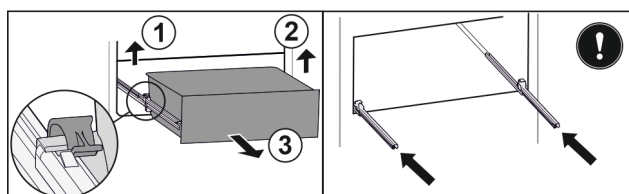

Fig. 206
- Podignite lijevu stezaljku i istovremeno izvucite ladicu lijevo prema naprijed. Fig. 206 (1)
- Podignite desnu stezaljku i istovremeno izvucite ladicu desno prema naprijed. Fig. 206 (2)
- ▶ Izvadite ladicu prema naprijed. Fig. 206 (3)